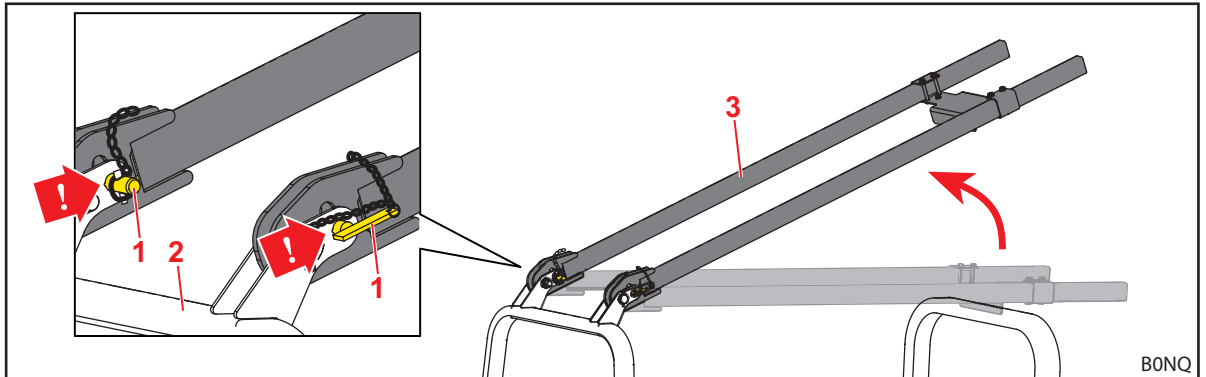

Abb. 39 Hochgeklappte und in unteren Löchern gesicherte Traversen
- (1) Lange Traversen in unteren Löchern sichern.
- Lange Traversen mit Steckbolzen in unteren Löchern sichern (vergleiche Abb. 39).
- (2) Unteren Bügel hochklappen (siehe Beschreibung für OPG ohne lange Traversen am Anfang des Kapitels).
- (3) Lange Traversen herunterklappen.